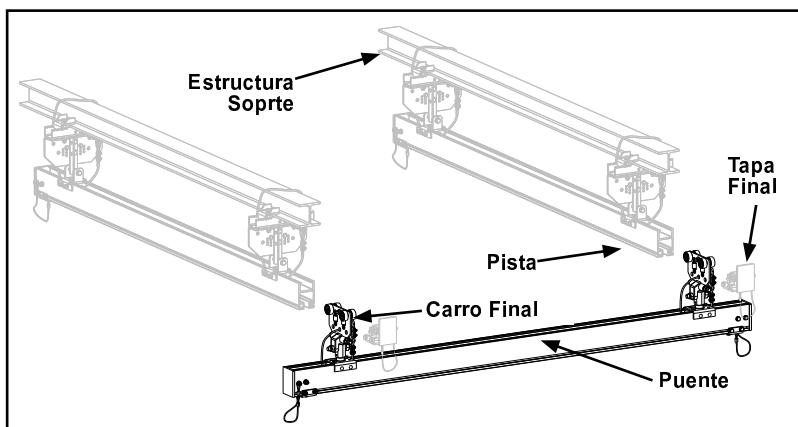

Figura 3-2
- Paso 3. Deslice los carros finales dentro del canal guía en el riel de acuerdo a instrucciones vea figura 3-2. Busque en el manual la sección “Carros Finales” pagina 3-24.
- Paso 9. Instale Tapas finales y topes. Vea Figura 3-2. Vea sección “Tapas finales y topes” pagina 3-20.